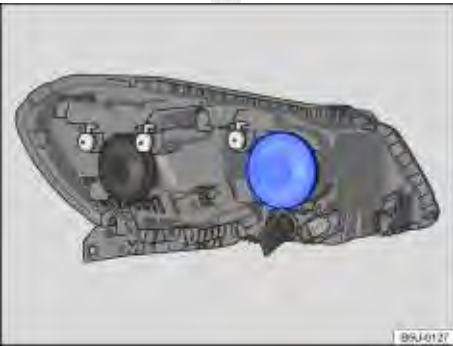

Fig. 178 No compartimento do motor: localização da lâmpada incandescente do farol alto / luz de posição.
3.	Remover a cobertura de borracha na parte traseira do farol ⇒ Fig. 178.
3. Remover a cobertura de borracha na parte traseira do farol ⇒ Fig. 178.